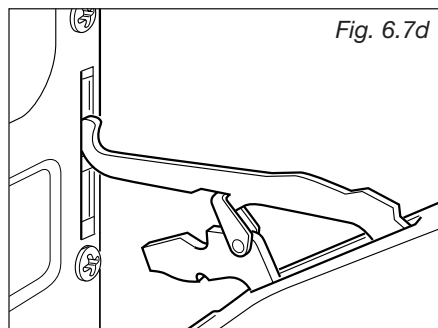

Fig. 6.7d
- A continuación, extraiga el pasador superior de su alojamiento (Fig. 6.7d).